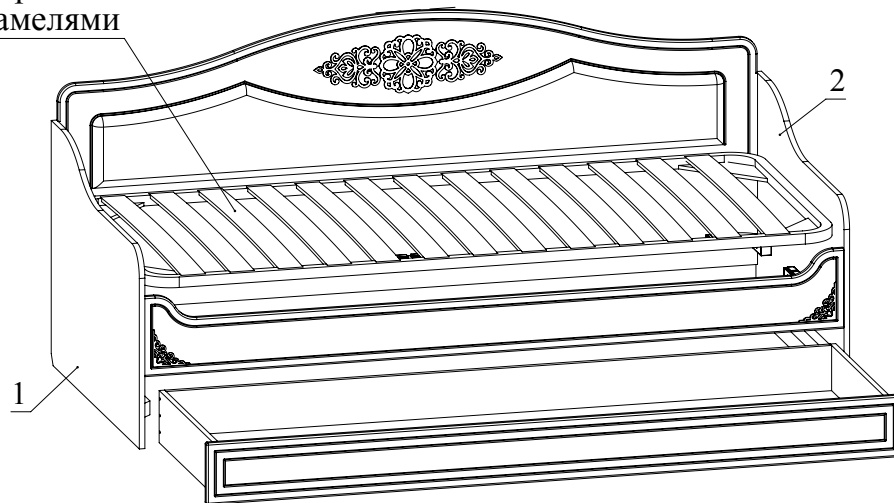

Рис.9
11. Установите каркас в корпус кровати (Рис.9).